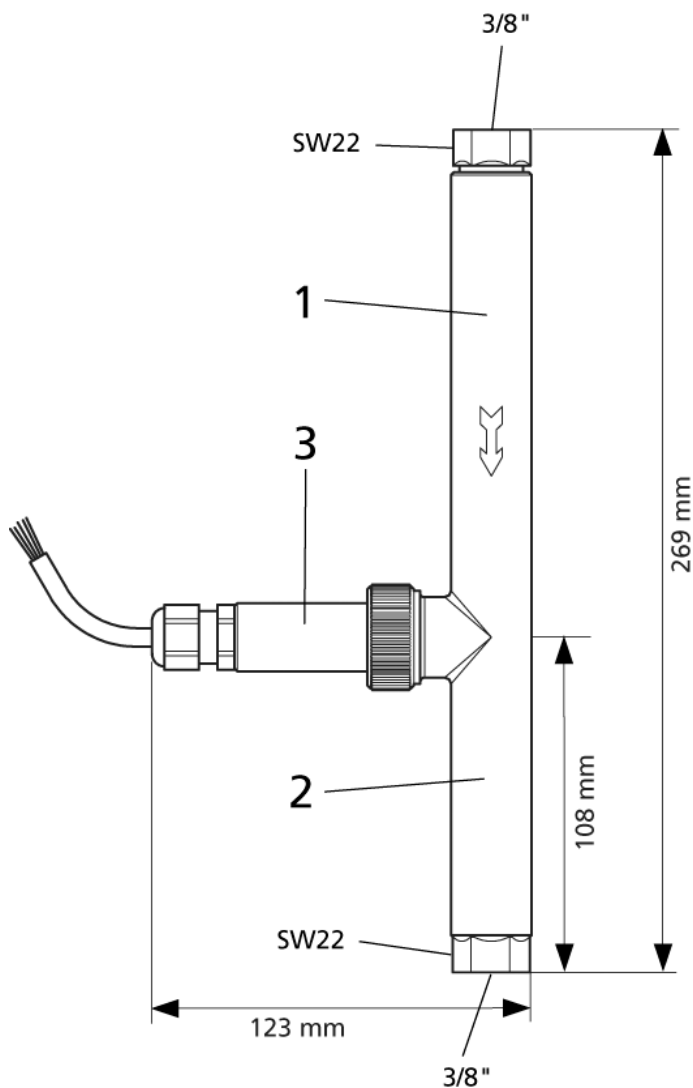

Figura 1: Sensore VAPORIX-Flow
VAPORIX-Flow è costituito da un tubo di misura con tratto di entrata (1) e tratto di uscita (2) e da un alloggiamento sensore (3) applicato lateralmente (figura 1).